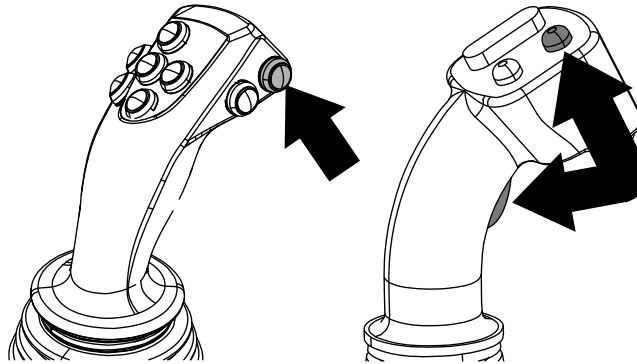

Figure 6
Appuyez sur le bouton de régulation de vitesse du levier de commande (Figure 6) ou sur le bouton 4 de l'écran d'accueil pour accéder à l'écran de régulation de vitesse.
2. Maintenez le(s) levier(s) de commande en position active pour programmer la force de poussée et le couple de rotation recherchés, puis appuyez sur le bouton de régulation de vitesse du levier de commande (Figure 6).